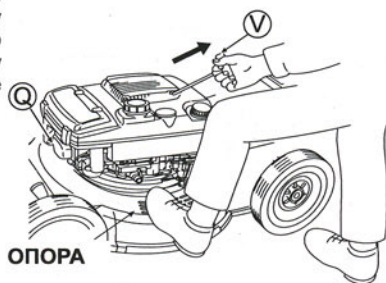

Рис. 6.
- 1 Установите свечной колпачок (Q). (См. рис. 6.)
- 4 Чтобы запустить двигатель, поставьте одну ногу на порог корпуса, слегка потяните за рукоятку стартера (V) и приостановитесь в положении, когда почувствуете сопротивление (См. рис. 6.), а затем резко дерните за рукоятку из этого положения. После этого плавно верните рукоятку стартера (V) в исходное положение.